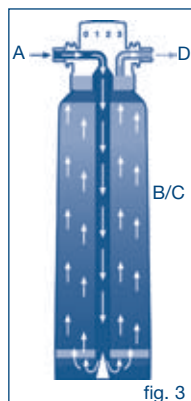

fig. 3
A água natural (A) flui em direcção ao elemento filtrante (fig. 3). As partículas são eliminadas na área (B) através de um pré-filtro e as substâncias odoríferas e aromatizantes, como p. ex. o cloro, são eliminadas através do carvão activo (C).
① NOTA